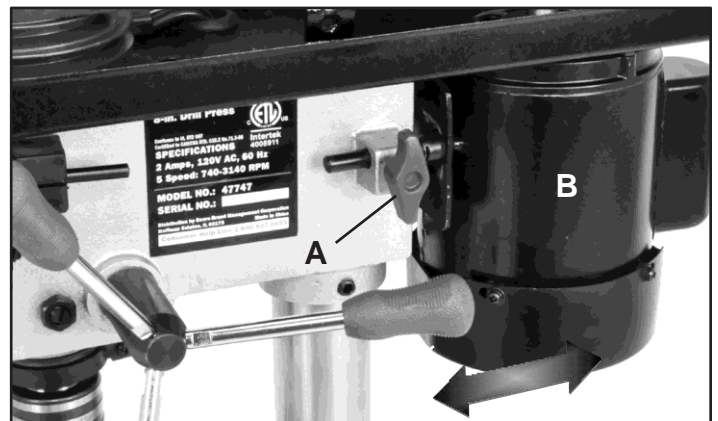

FIG. 12
- B. Afloje la perilla de bloqueo del motor (FIG. 12, A), y luego mueva el motor (B) manualmente hacia la palanca de avance para aliviar la tensión de la correa.